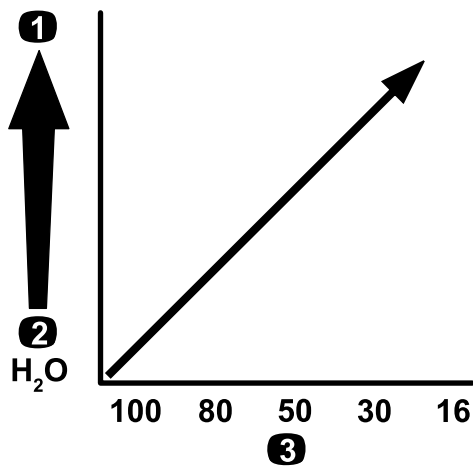

图 26
**重要事项** 当使用更高粘度更稠的化学品或含可湿性粉剂的溶液喷洒时可能需要使用适用于可选压力式过滤器的更粗网孔请参阅图 26。